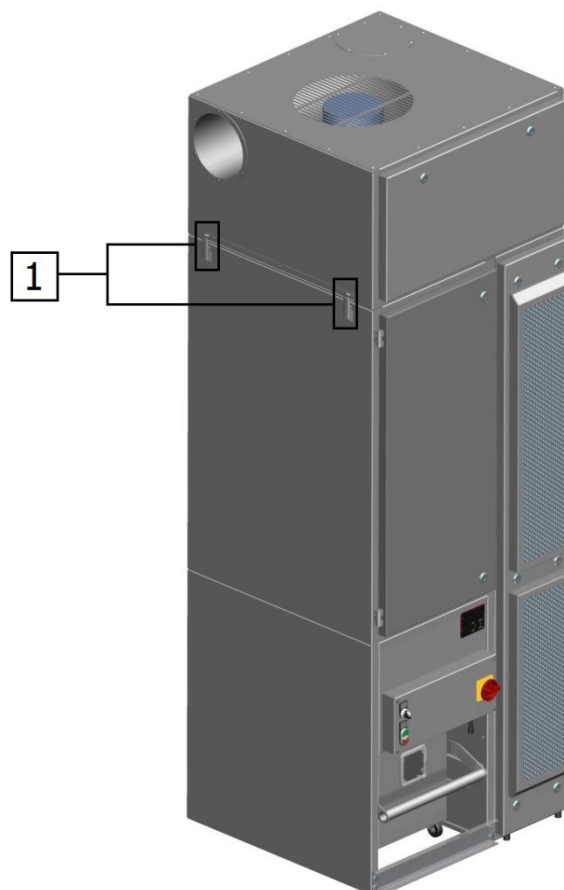

Fig. 2.1: attacchi rapidi per l'alloggiamento del ventilatore
Se l'alloggiamento del ventilatore è posizionato correttamente sull'armadio per i filtri, può essere bloccato con quattro attacchi rapidi – rispettivamente due per ogni lato dell'armadio (fig. 2.1, pos. 1).